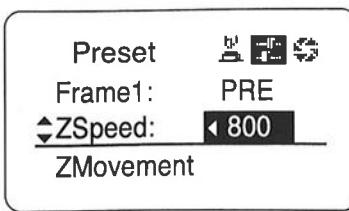

Fig6-9
なお、設定スピードは「(2) スピードプリセット」にて設定したものか、情報ディスプレイにて設定した数値 (Fig6-9 参照) が反映されます。